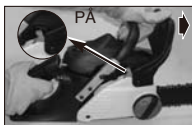

Fig. 6B
2. KEDJEBROMSEN är FRÅNKOPPLAD (kedjan stoppad) när bromsspaken är i det främre läget och kedjebromsens spärr är i läget PA. Det ska inte gå att flytta kedjan. (Fig. 6B)